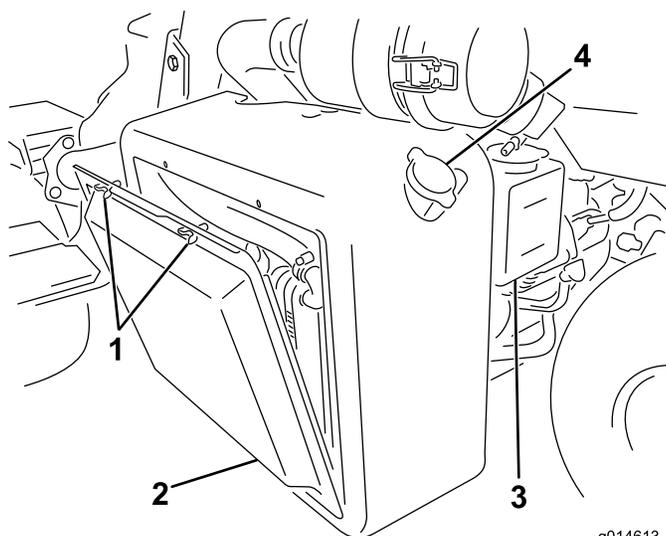
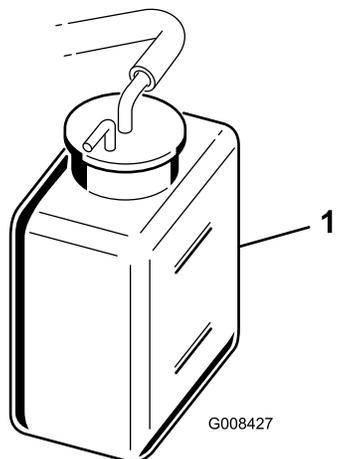

Рисунок 44
Рисунок 45
1. Снимите решетку радиатора (Рисунок 44).
2. Проверьте уровень охлаждающей жидкости (Рисунок 44 и Рисунок 45).